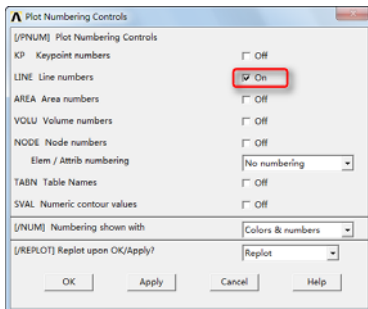

图 11-25 “Plot Numbering Controls”对话框
③依次选择 Utility Menu→PlotCtrls→Numbering，会弹出“Plot Numbering Controls”对话框，单击“LINE Line numbers”后的方框，使其状态从“Off”变为“On”，其余选项采用默认设置，如图 11-25 所示，单击“OK”按钮关闭对话框。
①依次选择 Utility Menu→Select→Everything。
②依次选择 Utility Menu→PlotCtrls→Numbering，会弹出“Plot Numbering Controls”对话框，如图 11-25 所示，单击“AREA Area numbers”后的方框，使其状态从“Off”变为“On”，其余选项采用默认设置，单击“OK”按钮关闭对话框。